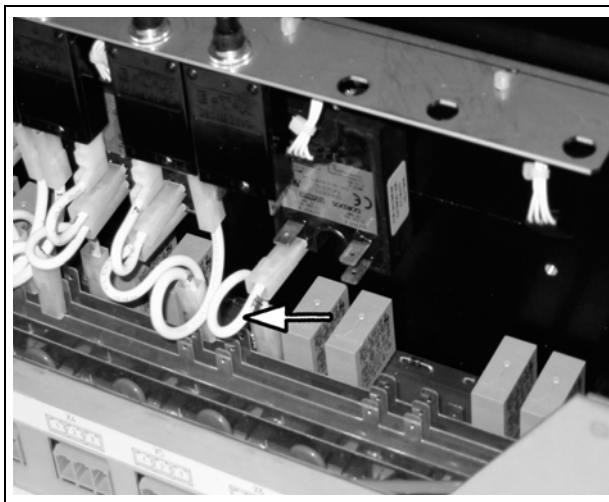

рис. 7-1: Монтажный кабель на плоском штекере и на реле, срабатывающее при изменении нагрузки
8. Насадить конец монтажного кабеля с маркировкой «Р» на плоский штекер печатной платы (см. Рис. 7-1, страница 7-37).